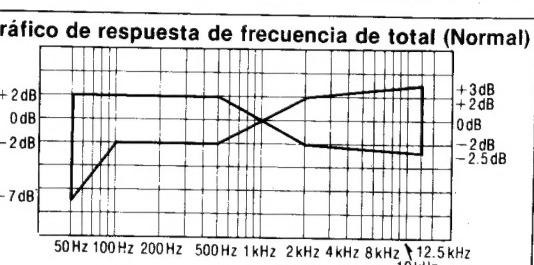
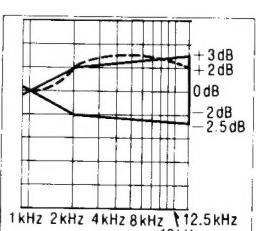
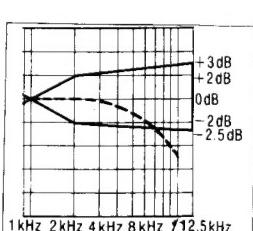

Fig. 10
Fig. 12
Fig. 13
6. Reproducir las señales grabadas en el paso 6, y comprobar si la curva de respuesta de frecuencia está dentro de los límites mostrados en el gráfico de respuesta de frecuencia total para las cintas normales (Fig. 10). (Si la curva está dentro de las especificaciones del gráfico, seguir con los pasos 7, 8 y 9).
Cuando la curva excede las especificaciones del gráfico de respuesta de frecuencia total (Fig. 10) tal como se muestra en la Fig. 12.
- 2) Repetir los pasos 5 y 6 para confirmación. (Seguir con los pasos 7, 8 y 9 si la curva está ahora dentro de las especificaciones del gráfico de la Fig. 10).
- 3) Si la curva todavía excede las especificaciones (Fig. 10), aumentar aún más la corriente de polarización y repetir los pasos 5 y 6.
Cuando la curva está por debajo de las especificaciones del gráfico de respuesta de frecuencia total (Fig. 10) tal como se muestra en la Fig. 13.
- 3) Si la curva todavía cae por debajo de las especificaciones del gráfico (Fig. 10), reducir aún más la corriente de polarización y repetir los pasos 5 y 6.